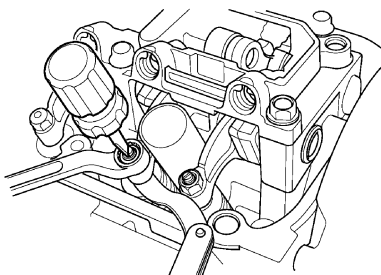

图 2-15 调整气门间隙
5) 如果感觉到拖滞太大或太小，则松开锁紧螺母并转动调整螺钉，直到塞尺的拖滞合适，见图 2-15。